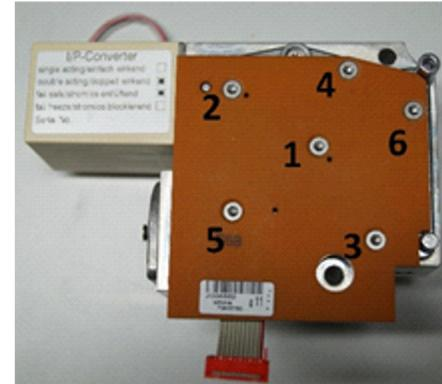

Bild 3: Ledarplatta
- Sätt i båda kontakterna (1, 2) i kretskortet (se Bild 3).
- Sätt i kontakterna till trycktillvalet (3) i kretskortet (se Bild 3).